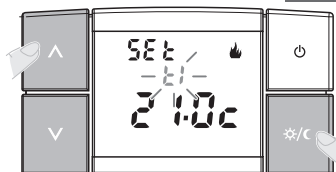

fig. 35
- Pour configurer la valeur de limitation de la température (blocage), appuyer sur les touches **▲** ou **▼** (exemple sur la fig. 35).